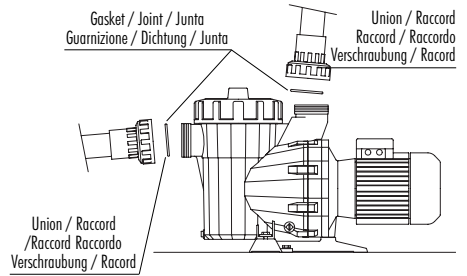

Fig. 2
- A ligação da tubagem deve ser efectuada na sequência dos racores fornecidos com a bomba; as uniões dos racores às bocas de aspiração e impulsão da bomba são de rosca e utilizam juntas de vedação para evitar a perda de água (Fig. 2).
- A instalação das tubagens de impulsão deverá ser feita de forma perpendicular e bem centrada em relação à entrada onde vai ser ligada para evitar que a bomba e a tubagem sejam submetidos a esforços externos que, para além de dificultarem a montagem, poderiam acabar por romper (Fig. 2).
- A tubagem de aspiração deverá ser instalada com uma ligeira inclinação para a bomba, na ordem dos 2%, evitando, desta forma, a criação de bolsas de ar (Fig. 2).